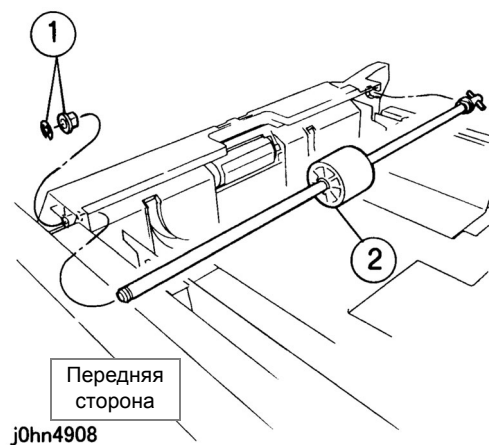

Рисунок 1 Снятие узла ролика подачи
2. Снимите узел ролика подачи (Рисунок 1).